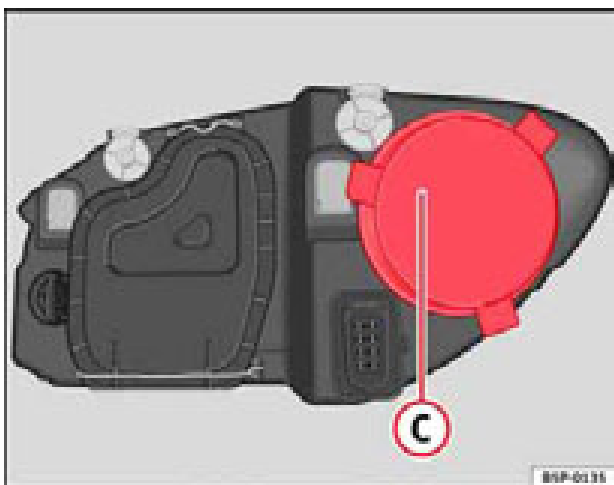

Fig. 159 Luz de carretera
- Retire la tapa ⇒ fig. 159 ③ tirando de la misma.